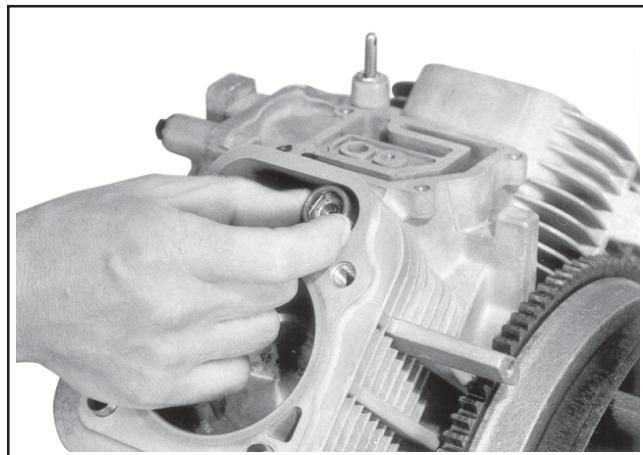

Figura 11-31. Installazione degli alzavalvole idraulici.
3. Notare il segno o la targhetta che identificano gli alzavalvole idraulici per aspirazione o scarico oppure per i cilindri 1 o 2. Installare gli alzavalvole idraulici nelle posizioni appropriate nel carter. Non utilizzare un magnete. Vedere Figura 11-31.